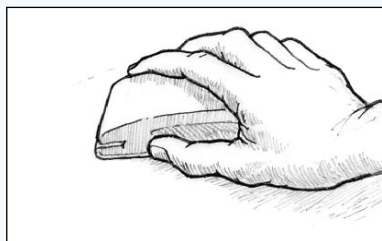

Figura 32 Carteggiare fino ad ottenere una finitura levigata.
3. Carteggiare fino ad ottenere una finitura levigata (*Figura 32*). In caso di protuberanze o avvallamenti, iniziare a carteggiare con carta vetrata a grana 80 in modo da rimuovere le parti più spesse. Carteggiare fino ad ottenere una superficie levigata e uniforme. Terminare la carteggiatura utilizzando una carta con grana adeguata al tipo di rivestimento che verrà applicato - controllare le istruzioni in merito. L'aderenza della pittura dipende dalla presa meccanica della pittura che penetra nei graffi prodotti dalla carteggiatura sulla superficie della resina. In caso di utilizzo di primer facilmente ricopribili, di norma è sufficiente una grana 80 - 100. In caso di utilizzo invece di fondi con contenuto solido alto, si consiglia una grana 120 - 180. Per ottenere finiture estremamente lucide, effettuare la finitura con carta a grana 180. Grane più fini potrebbero non garantire alla resina un adeguato "appiglio" né una buona aderenza e potrebbero invece dare luogo a protuberanze e avvallamenti. Per quanto riguarda la preparazione della superficie, attenersi sempre alle indicazioni del produttore della pittura. Molte persone preferiscono la carteggiatura a umido poiché la produzione di polvere è inferior e perché i punti 2 e 3 sopra descritti si riducono ad un unico passaggio.